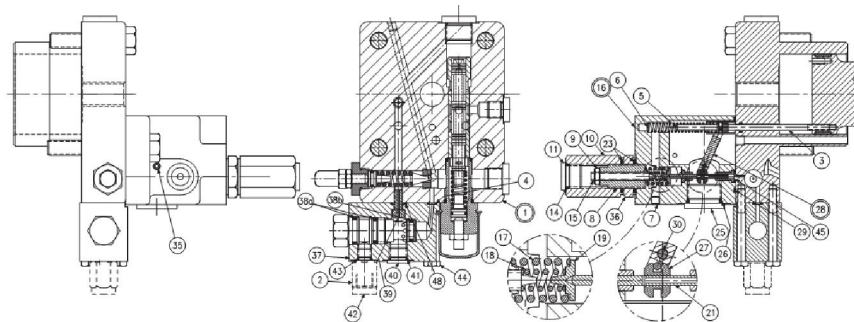

РИСУНОК 13
1. **Смотри Рисунок 13.** Удалите 2 винта, удерживающих корпус ограничителя крутящего момента (16) на крышке (1).
2. Удалите все детали с корпуса ограничителя крутящего момента (16), кроме винта (30) и рычага в сборе (28). Удалить эти части только в случае непригодности для дальнейшего использования. Проверить детали на наличие повреждений и пригодность к эксплуатации.
3. Удалите винт (3). Проверьте степень износа головки. Поверхность корпуса и уплотнительного кольца должна быть гладкой.
5. Удалите модулирующий клапан (38) с корпуса (37). Удалите корпус (37) с крышки в сборе (1). Внимание: следует удалить пробку (40) для дальнейшего удаления специального болта(39). Удалить крышку в сборе (1).
5. Смазать уплотнительное кольцо и установить внутреннее кольцо подшипника (8), пружину (7) и уплотнительный поршень в отверстии на крышке(1). Внутреннее кольцо подшипника должно пройти в гнездо (10). Установить оставшиеся детали на корпусе (1)
8. **Смотри рисунок 13.** Установите блок (37) на крышке (1) с уплотнительными кольцами (4) и (48). Использовать специальный винт (39) для блока.